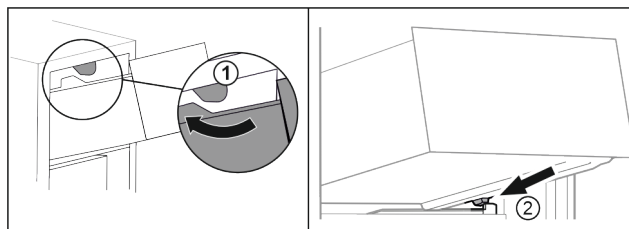

Fig. 89
- ▶ Lade om de bovenste stoppers leiden. Fig. 89 (1)
- ▶ Lade schuin achter de onderste stoppers op containerrib plaatsen. Fig. 89 (2)